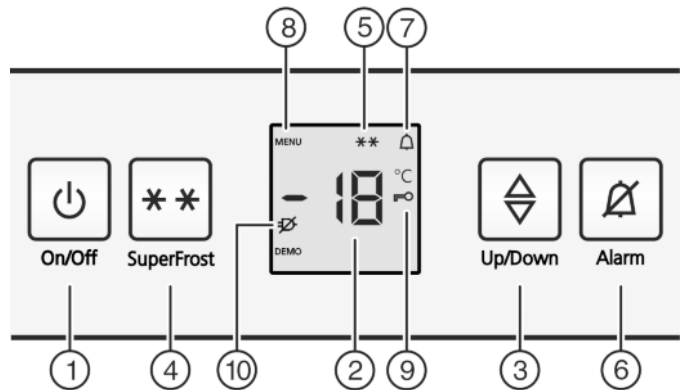

Fig. 2
- ▶ Pulsar tecla On/Off *Fig. 2 (1)*
- ▶ Activar el modo de ajuste: pulse la tecla SuperFrost *Fig. 2 (4)* durante aprox. 5 segundos.
- ▷ En el indicador se visualiza el símbolo Menú *Fig. 2 (8)*.
- ▶ Confirmar con la tecla SuperFrost *Fig. 2 (4)*.
- ▷ El símbolo de seguridad para niños *Fig. 2 (9)* se ilumina en el indicador.
- ▶ Pulse brevemente la tecla On/Off *Fig. 2 (1)*.
- ▷ El símbolo seguridad para niños *Fig. 2 (9)* desaparece.
- ▶ Pulse la tecla Alarm *Fig. 2 (6)*.
Simultáneamente, parpadea la indicación de temperatura y el símbolo de alarma *Fig. 2 (7)*.
El tono de aviso se desactiva automáticamente, el símbolo de alarma *Fig. 2 (7)* se apaga y la indicación de temperatura deja de parpadear cuando la temperatura vuelve a descender lo suficiente.